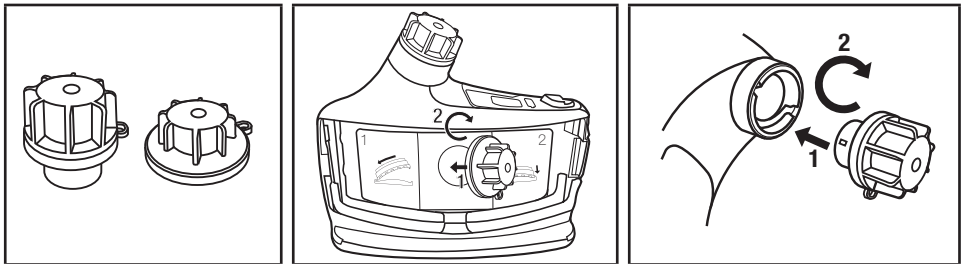

Fig. 15 – Conexión de las cubiertas para limpieza y almacenamiento del ventilador de motor
- Si requiere limpieza adicional, retire el filtro/cartucho y el tubo de respiración. Para minimizar la caída de material en el ventilador de motor, quite el tubo de respiración (Fig. 11) y filtro/cartucho (Fig. 6) cuando esté mirando hacia abajo. Retire la batería. Conecte los tapones de entrada y salida de aire para limpieza y almacenamiento (Kit de almacenamiento y limpieza 3M™ TR-653) al TR-800 (Fig. 15). Ahora ya puede sumergir el Versaflo TR-800 o ponerlo en una lavadora para respiradores para limpiarlo mejor. La temperatura del agua no debe exceder 50°C (122°F). Antes de cada uso, revise que los empaques del tapón deben no estén dañados o desgastados. Debe reemplazar los empaques desgastados o dañados. Lavar el Versaflo TR-800 con empaques de tapón dañados puede estropear al Versaflo TR-800 e invalidar la garantía. No debe sumergir ni colocar en una lavadora de respirador los ventiladores dañados o que se le hayan caído, debido la posible entrada de agua. Debe reemplazar los empaques cada 30 usos, o al año, lo que ocurra primero, para minimizar el uso de empaques desgastados.